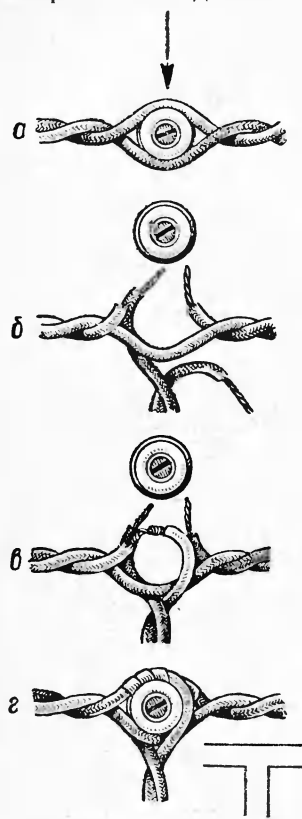

Рис. 39. Последовательное ответвление провода шнуровой проводки.
1) в месте, где намечено сделать ответвление, разрезают тот провод шнура, который проходит над роликом (рис. 39, а), и осторожно снимают изоляцию с полученных после разреза концов длиной 1,5 см;
2) зачищают концы шнура, который станет ответвлением, и проводят его на роликах вверх к разрезанному проводу магистрального шнура (рис. 39, б);
3) шнур, который ответвляют, скручивают с концами разрезанного провода (рис. 39, в), место скручивания обжимают плоскогубцами, пропаивают и обматывают изоляционной лентой (места соединения должны оказаться по обеим сторонам ролика);
4) надевают шнур на ролик, размещают его симметрично относительно оси ролика (рис. 39, г) и прочно привязывают.